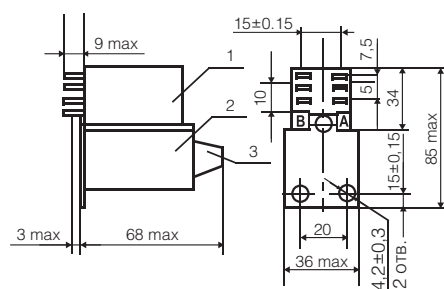

Рисунок 1. Реле без розетки
Реле времени содержит (**рис. 1**) электромагнитное реле РП21М (**поз. 1**) и полупроводниковую приставку времени (**поз. 2**). Регулировка выдержки времени осуществляется с помощью ручки (**поз. 3**) на лицевой панели.
- без розетки – крепление на панели при помощи двух винтов М4, с ламелями под пайку для заднего присоединения (**рис. 1**);